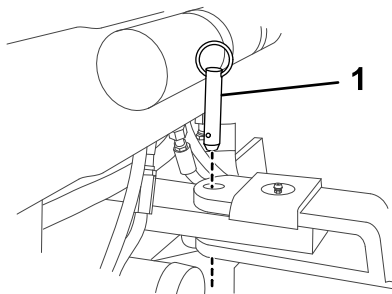
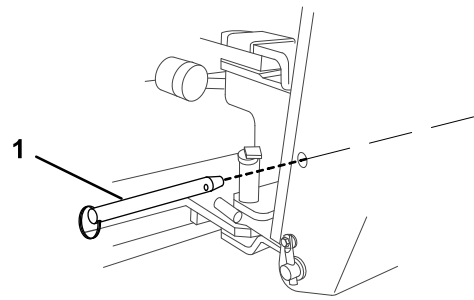
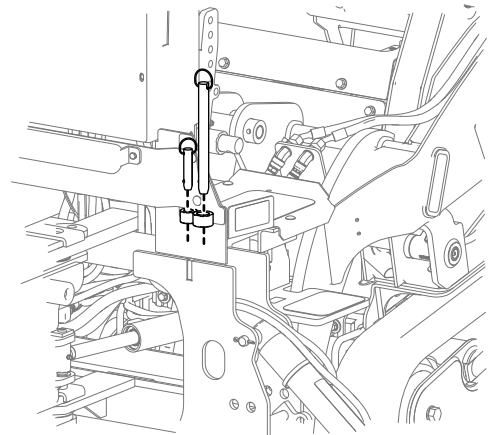

Bild 6
Bild 7
Bild 8
3. Entfernen Sie die beiden Stifte, mit denen der Ausleger fixiert ist (Bild 6 und Bild 7), und legen Sie sie in die Ablagepositionen (Bild 8).
Hinweis: Ein Stift verhindert, dass der Ausleger seitlich ausschlägt (Bild 6) und der andere, dass sich der Ausleger auf und ab bewegt (Bild 7).